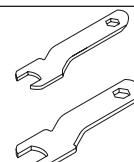

Figura 2 - Llaves
2. Ajuste firmemente el mandril portapieza con llaves (Vea la Figura 2 & 3). Coloque una llave sobre la tuerca de boquilla y la otra en el eje. Gire la llave de la tuerca del mandril hacia la derecha, mientras al mismo tiempo gira la otra llave en la dirección opuesta. Asegúrese de que el vástago no quede posicionado incorrectamente.